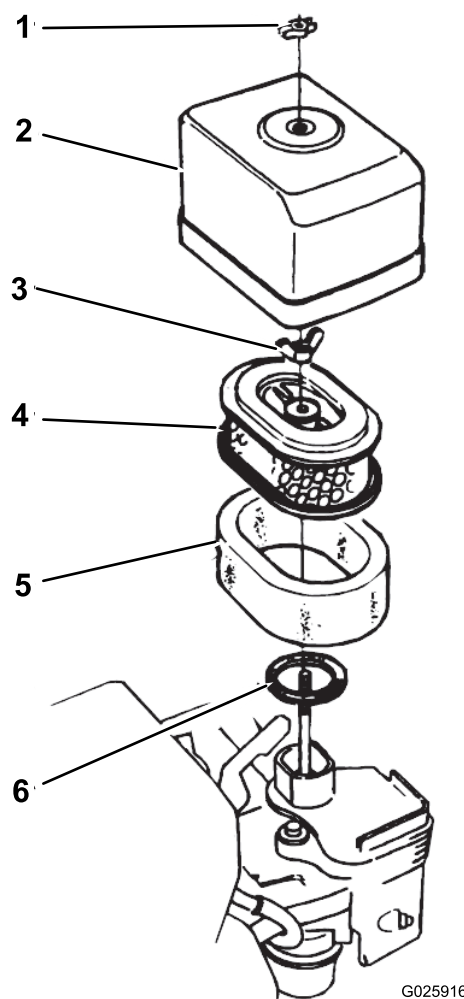

Figura 31
2. Retire la tuerca de orejeta que sujeta la tapa del limpiador de aire al limpiador de aire, y retire la tapa (Figura 31).
5. Monte la cubierta del limpiador de aire en el limpiador con la tuerca de orejeta (Figura 31).
1. Retire la tuerca de orejeta que sujeta la tapa del limpiador de aire al limpiador de aire, y retire la tapa (Figura 31).
2. Retire la tuerca de orejeta del filtro de aire, y retire el filtro (Figura 31).
3. Retire el elemento de gomaespuma del filtro de aire del elemento de papel (Figura 31).
1. Monte el elemento de gomaespuma del filtro de aire sobre el elemento de papel (Figura 31).
2. Inspeccione la junta por si presenta signos de desgaste o daños (Figura 31).
3. Asegúrese de que la junta está colocada sobre la entrada de aire del carburador (Figura 31).
4. Monte los elementos del filtro de aire en el carburador con la tuerca de orejeta (Figura 31).
5. Monte la cubierta del limpiador de aire en el carburador con la otra tuerca de orejeta (Figura 31).